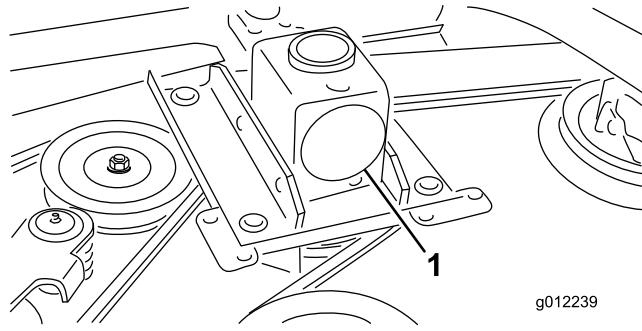

Figura 31
2. Con una chiave dinamometrica o uno strumento simile, allontanate la puleggia tendicinghia (Figura 30) dalla cinghia di trasmissione per allentare la tensione della cinghia e staccarla dalla puleggia degli ingranaggi (Figura 31).